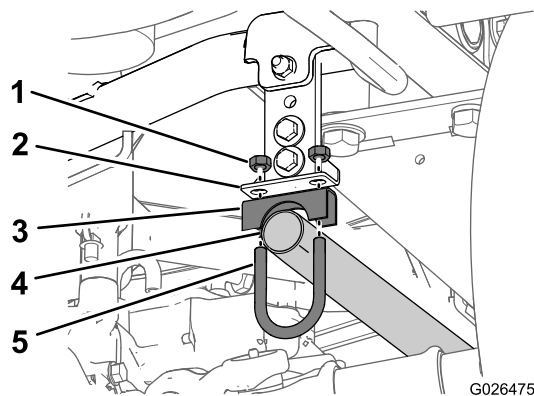

Figura 11
3. All'estremità aperta del tubo di scarico supportate il tubo montando senza stringere un bullone a U (1-1/4 poll.), una staffa a sella (1-1/4 poll.) e 2 dadi nel tubo e nella staffa del tubo di scarico (Figura 11).
Nota: Non serrate il morsetto nella staffa del tubo di scarico (Figura 11).